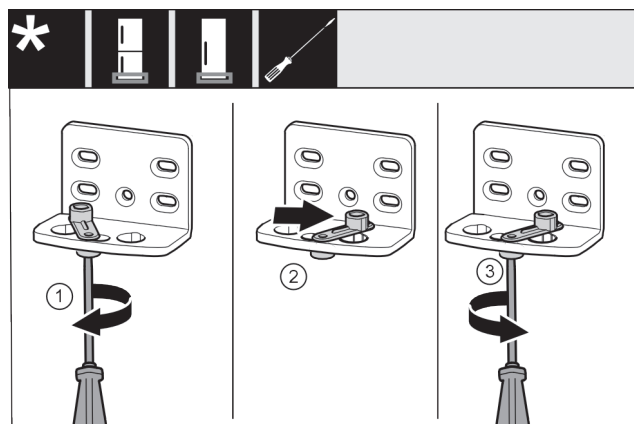

Fig. 45 *
- Šroubovákem volně přišroubujte šroub Fig. 45 (1).*
- Zvedněte pomůcku zavírání dveří Fig. 45 (2) a v otvoru ji otočte o 90° doprava.*
- Šroubovákem šroub Fig. 45 (3) pevně utáhněte.*